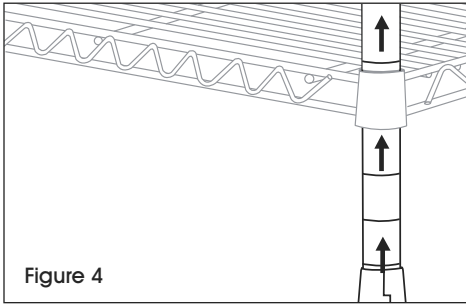

Figure 4
2. Slide post through underside of shelf until shelf slides firmly over supports. (See Figure 4)
2. Insérez le montant par le dessous de la tablette jusqu'à ce que la tablette glisse fermement sur les supports. (Voir figure 4)